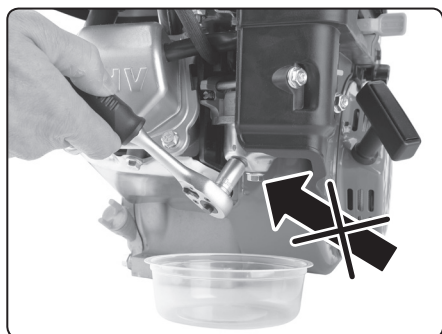

Abb.13
2. **Schrauben Sie die Seitenschraube des Vergasers heraus und lassen Sie den Schmutz in den bereitgestellten Behälter ab (siehe Abb. 13).**